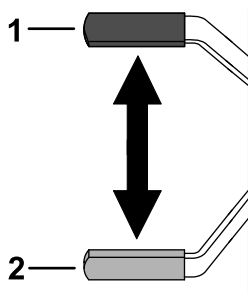

Figura 14
- Pentru a cupla frâna de parcare, trageți maneta frânei de parcare spre spate și în sus (Figura 14).
- Pentru a elibera frâna de parcare, trageți maneta spre spate și apoi în jos (Figura 14).